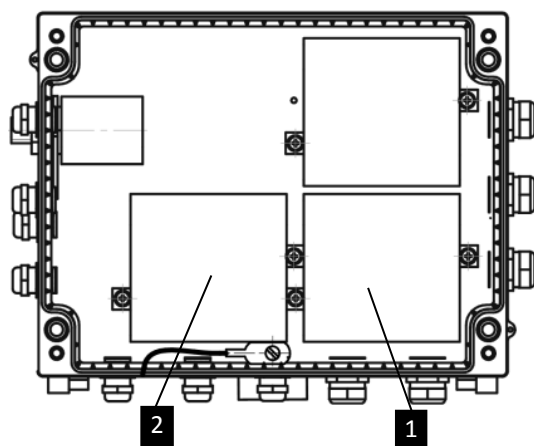

Рисунок 23
- 4 Открутите винты с крышки, которая закрывает батареи (рисунок 23: **1** или **2**) и откройте ее.
- 10 Установите крышки батарей (рисунок 23: **1** или **2**) с помощью винтов.